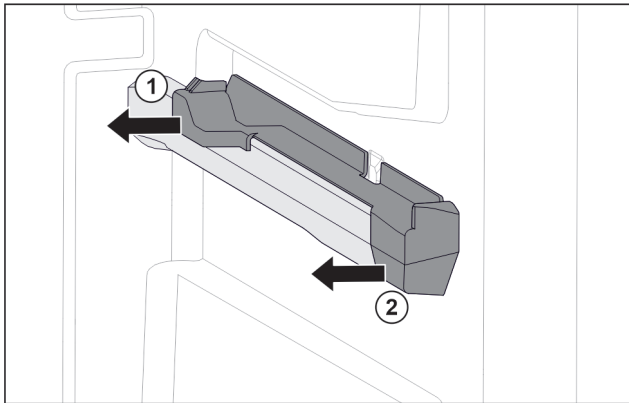

Fig. 122 Påsettsingsdel på høyre beholderribbe
- ▶ Trekk av påsettsingsdel bak til siden. Fig. 122 (1)
- ▶ Trekk av påsettsingsdel foran til siden. Fig. 122 (2)